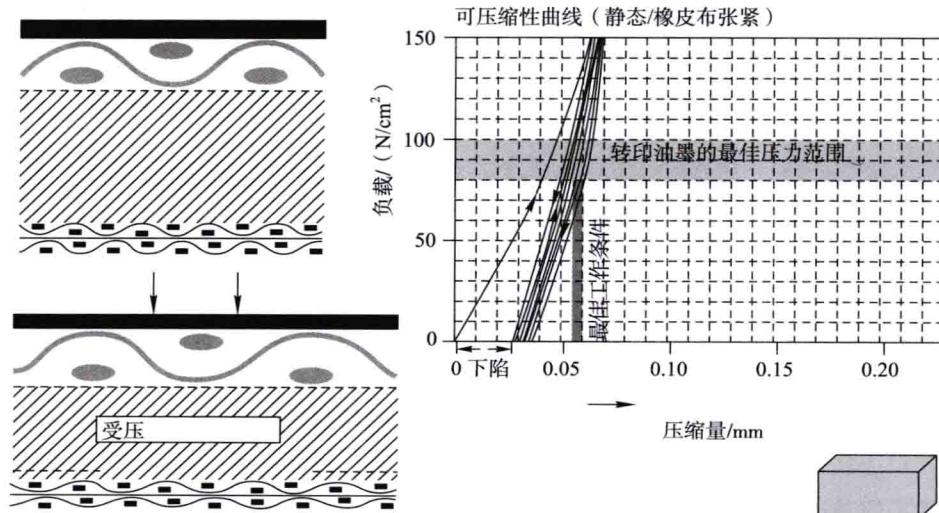
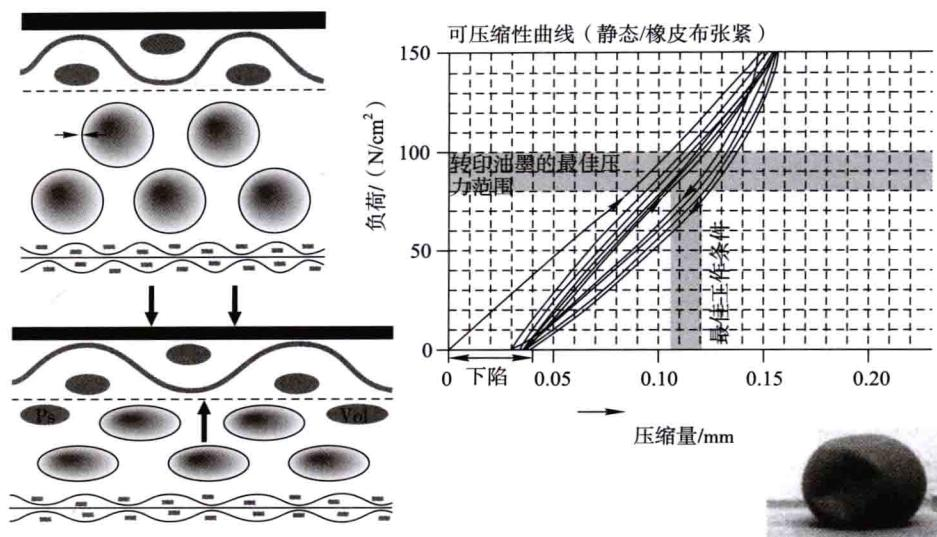

图 1-7 普通印刷橡皮布的压缩性
图 1-8 微球体气垫橡皮布的压缩性
(1) 压缩性比较如图 1-7、图 1-8 所示。在  $10\text{kgf}/\text{cm}^2$  压力条件下，实垫橡皮布受力并未压缩，压缩率（实为下陷）仅 3%；微球体气垫层橡皮布微球体受力压缩，压缩率为 6%。根据各国橡皮布制造企业的一般认定：凡压缩性 $<4.5\%$ 的橡皮布为非压缩性橡皮布，压缩性 $\geq 4.5\%$ 的橡皮布为可压缩性橡皮布。